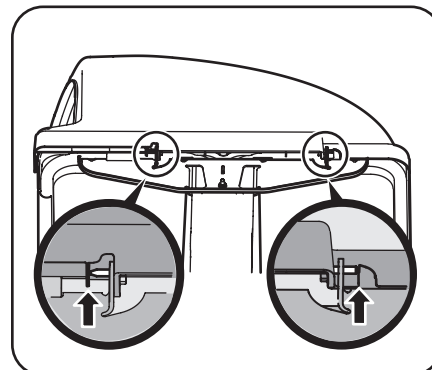

Figure 4-7
5. La tige de charnière s'enclenche et est fixée par l'encoche sous le couvercle du bac récupérateur. Voir Figure 4-7.